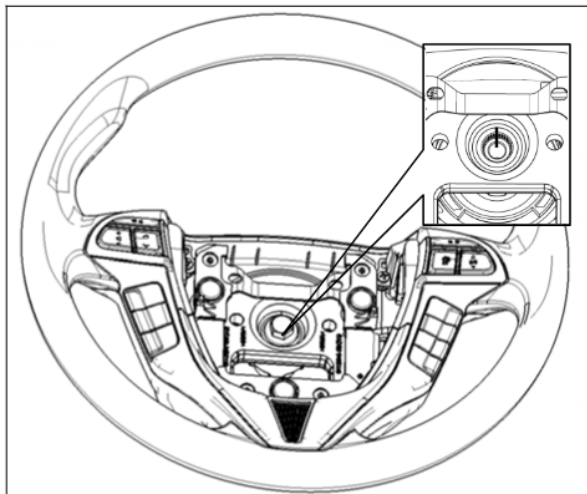

图 24
② 在转向盘总成和转向管柱及万向节总成上做好配合标记。如图24所示。